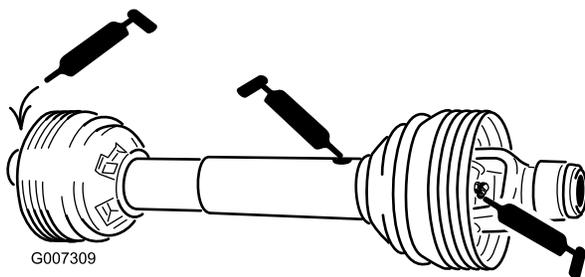

Figura 43
Albero della presa di forza (3) (Figura 43)